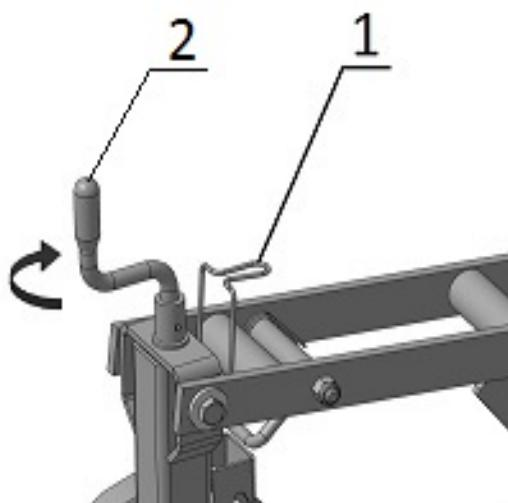
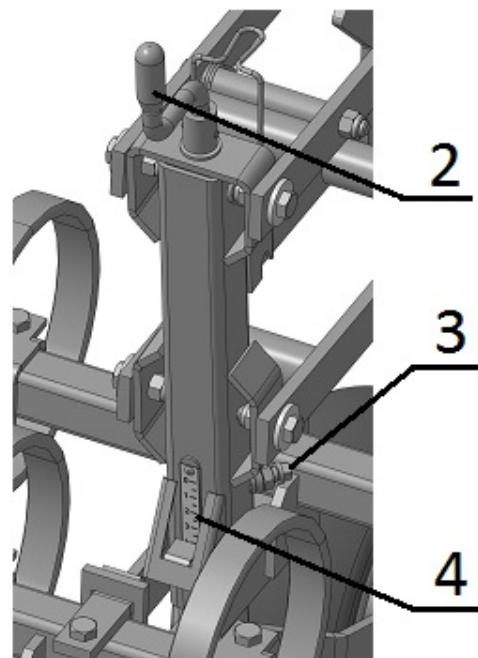

Рис. 14
Рис. 15
1. Отпустить стопорный винт 3 рис.15.
2. Отщелкните пружинный фиксатор 1 рис. 14.
3. Вращением ручки винта глубины 2 рис.14, поднимаем или опускаем колесо на желаемую высоту (глубину обработки). Шкала 4 рис. 15 предназна-
чена для ориентировочной настройки остальных секций культиватора, на аналогичную глубину заделки сошников относительно настроенной секции. Шкала 4 рис. 15 не привязана к конкретной глубине сошников.
5. Зажмите установочным винтом 3 рис.15 стойку регулятора глубины и за- контрите.
Для правильного внесения удобрений необходимо отрегулировать глубину заделки рис.15 и подобрать норму их внесения.